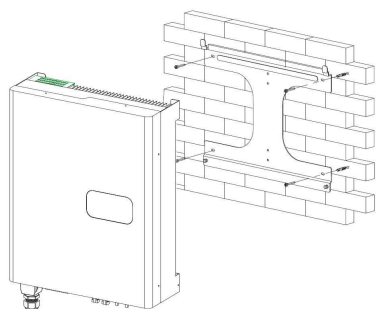

Fig.4
- È possibile utilizzare i 4 fori oblunghi situati ai 4 angoli del telaio di montaggio (Fig. 4), oppure i 4 fori tondi allineati sull'asse verticale del telaio stesso.
- Installare e fissare il supporto avvalendosi delle 4 viti di montaggio se el muro è solido (Fig. 4).